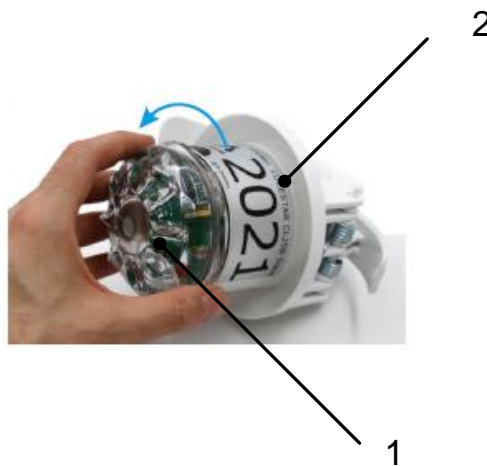

Рисунок 4.1
4 – один конец соединительного провода (провод №7) подключить на выход А ПТН, другой конец соединительного провода закрепить параллельно с проводом №1 таким образом, чтобы изоляция между проводами I и U была не менее 5 кВ и испытуемый прибор можно было закрепить на обоих проводах одновременно, см. Рисунок 4.1 (рекомендуется провод №7 не выше провода №1).
- 1) Открутить прозрачную крышку – 1 с корпуса – 2 (Рисунок 4.1);